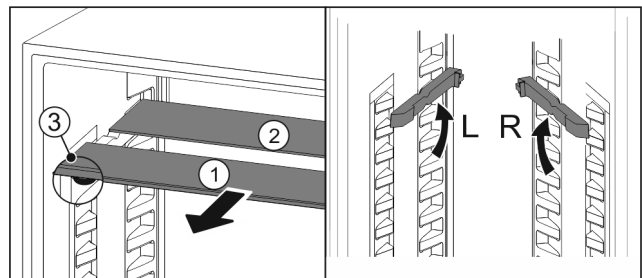

Fig. 158
- ▶ Glasplatten einzeln nach vorne herausziehen Fig. 158 (1).
- ▶ Glasplatte Fig. 158 (1) mit Zierleiste liegt vorne.
- ▶ Stopps Fig. 158 (3) zeigen nach unten.